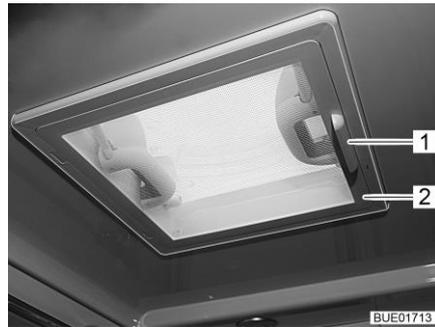

Fig. 90 Lanterneau à pousoirs
- Faire pivoter la moustiquaire (Fig. 90,2) vers le bas en la maintenant par la poignée (Fig. 90,1).